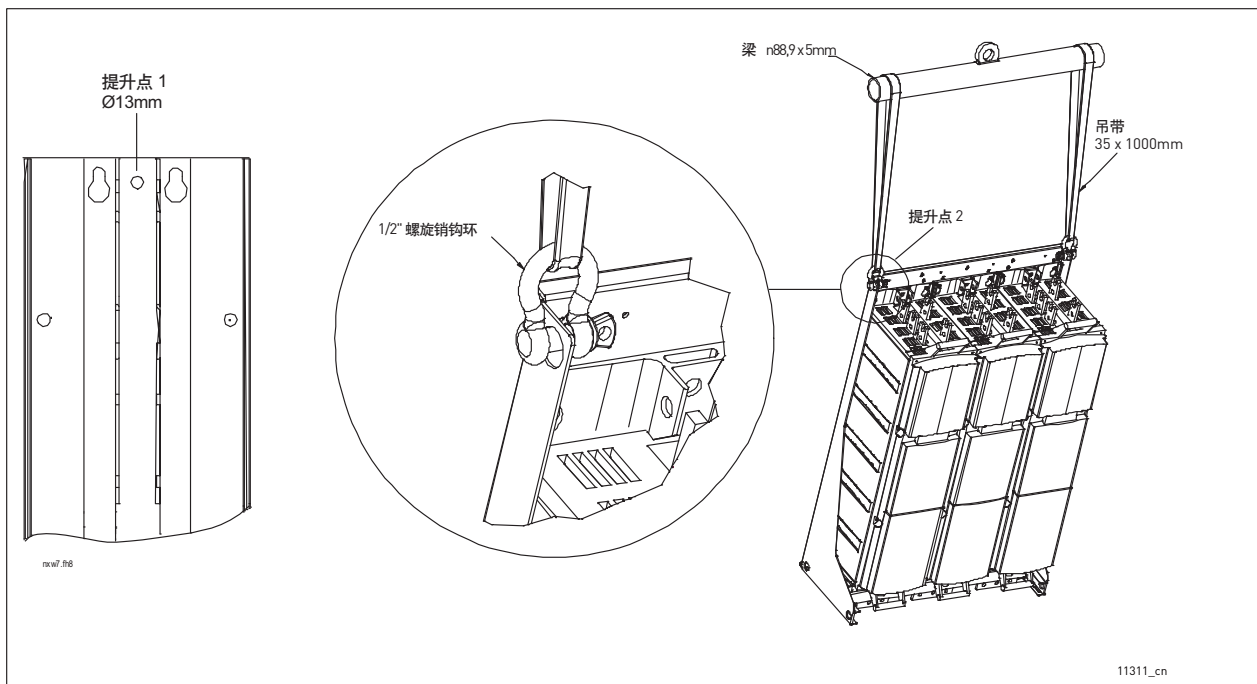
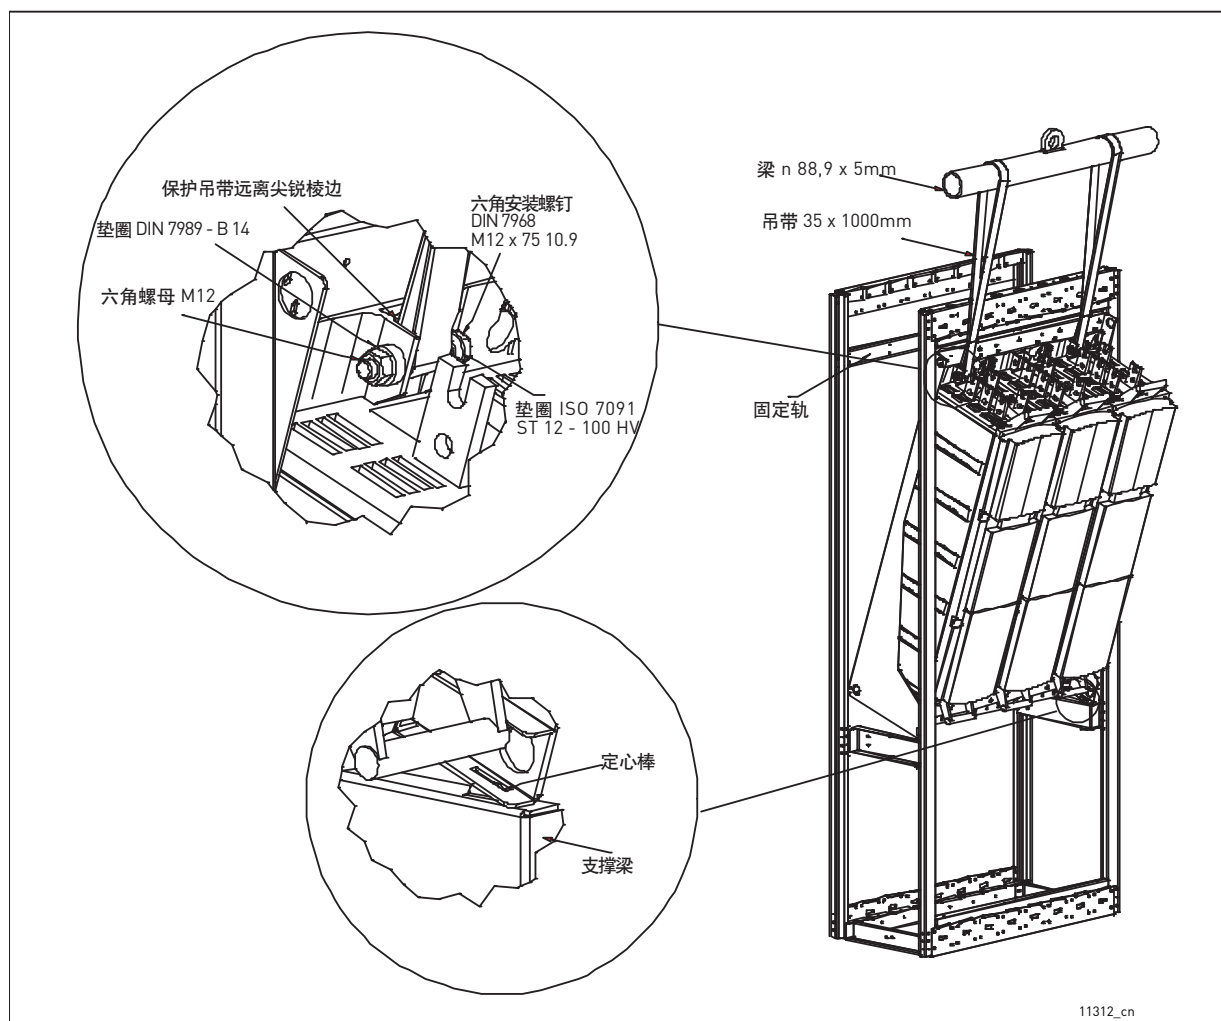
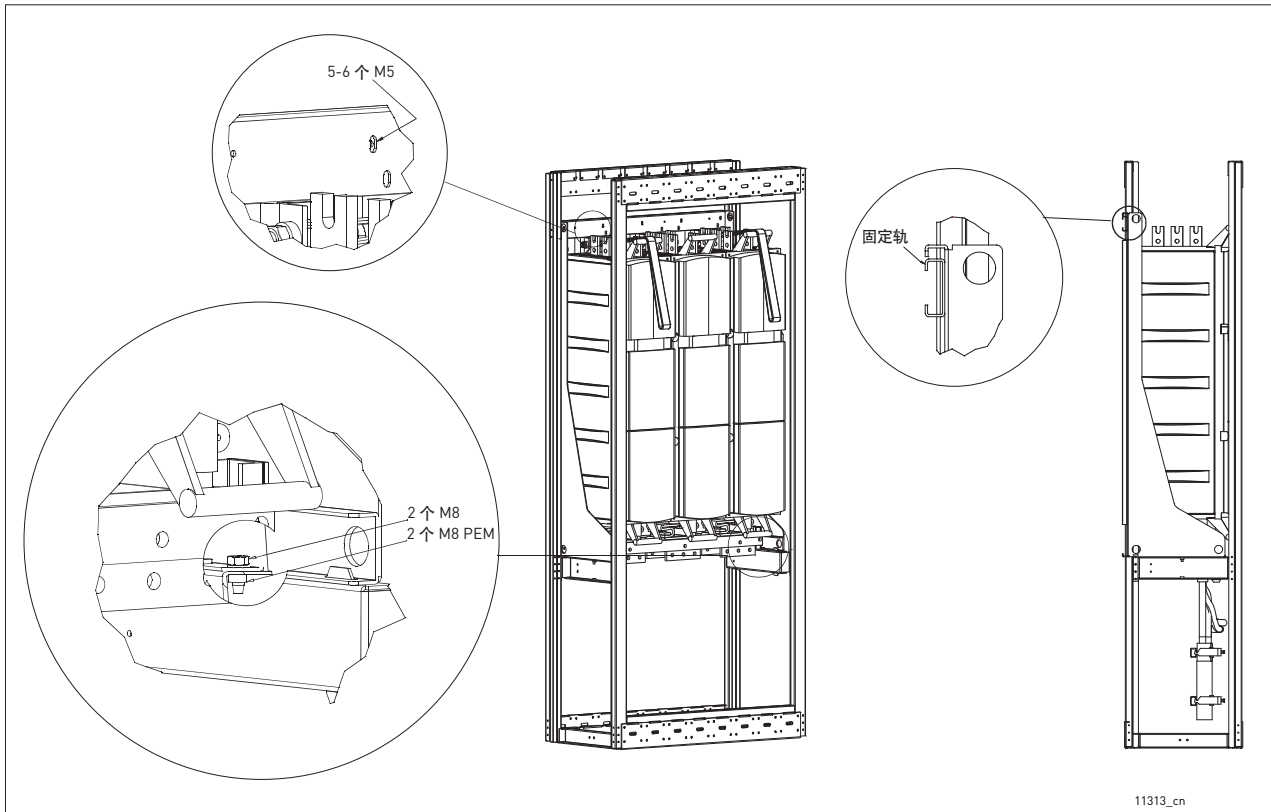

图 3. 由一个模块（左）和多个模块组成的变频器的提升点
图 4. 将变频器提升到狭窄的安装空间内
图 5. 将变频器固定到柜架上
对于无安装支架的单元（请参见章节 5.1.2.1），最佳吊升位置是安装板中间的孔（提升点 1）。由多个模块组成的 VACON® NX 水冷变频器可以使用螺旋销钩环通过安装支架上的孔（提升点 2）进行提升，这样最安全也最方便。另请注意吊带和横梁的推荐尺寸。请参见图 3。
在这种情况下，请遵循图 4 中所述的提升流程。如果可以将变频器放在支撑梁（固定在柜架上），则安装过程会变得更加容易且安全。我们还建议使用定心棒来保证轻松安全地进行安装。
为了进一步稳定装有变频器的柜，我们建议在柜的背面安装一个固定轨，以便可以使用 5 或 6 个 M5 螺钉将变频器的顶端固定到其上。开孔与 Rittal 或 Veda 柜兼容。另外使用 M8 螺母和螺柱将变频器固定到支撑梁上。请参见图 4 和图 5。
**注意！**切勿使用提升设备（例如动臂起重机或升降机）利用塑料把手来提升变频器。这些单元的推荐提升流程在图 3 和图 4 中进行了说明。